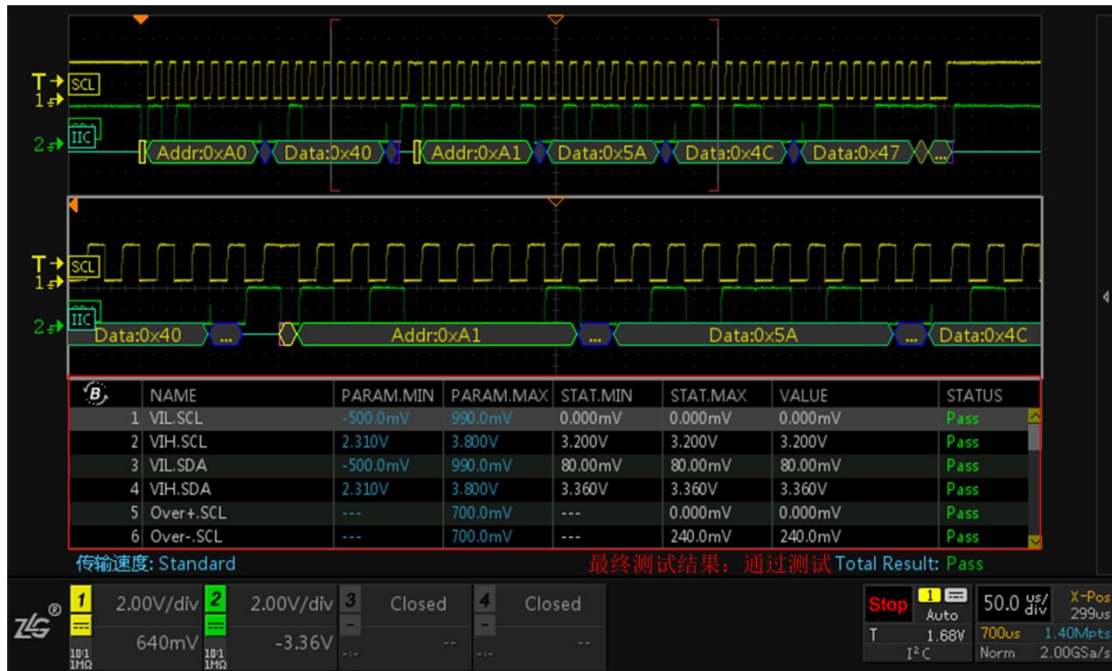

图 2.11 I2C 时序分析测试结果
- 点击面板的“波形缩放”按键，可进入 ZOOM 模式，可将数据的细节进行放大分析，如图 2.11 所示。白色框窗口为可调窗口，缩放窗口的大小可通过水平时基旋钮进行调节。可针对信号的某一个细节进行放大查看分析。